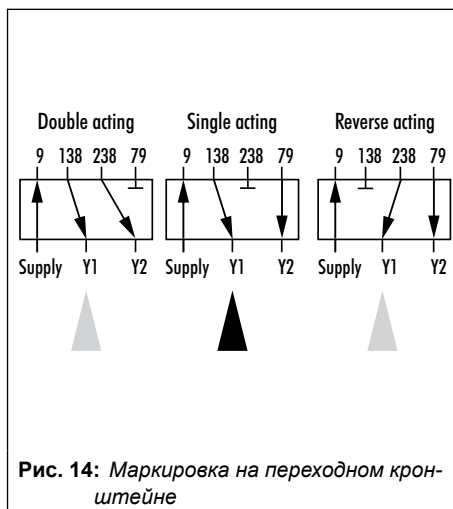

Рис. 14: Маркировка на переходном кронштейне
3. Привинтите переключатель (7) к переходному кронштейну (6), выберите требуемую функцию переключения согласно Рис. 14, вращая переключатель.